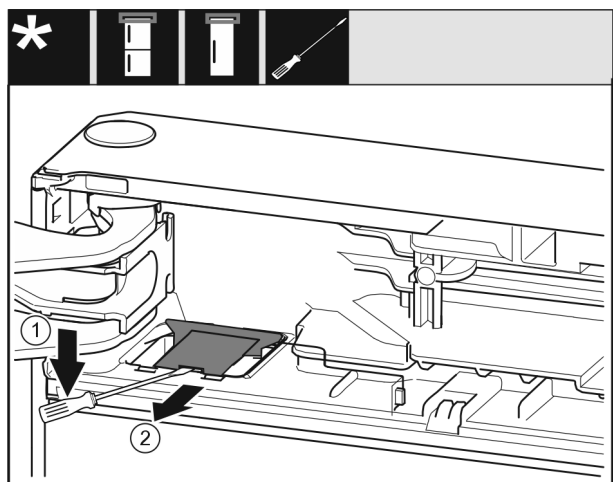

Fig. 10
- ▶ Используя шлицевую отвертку, освободите и поднимите крышку. Fig. 10 (1)
- ▶ Извлеките крышку. Fig. 10 (2)